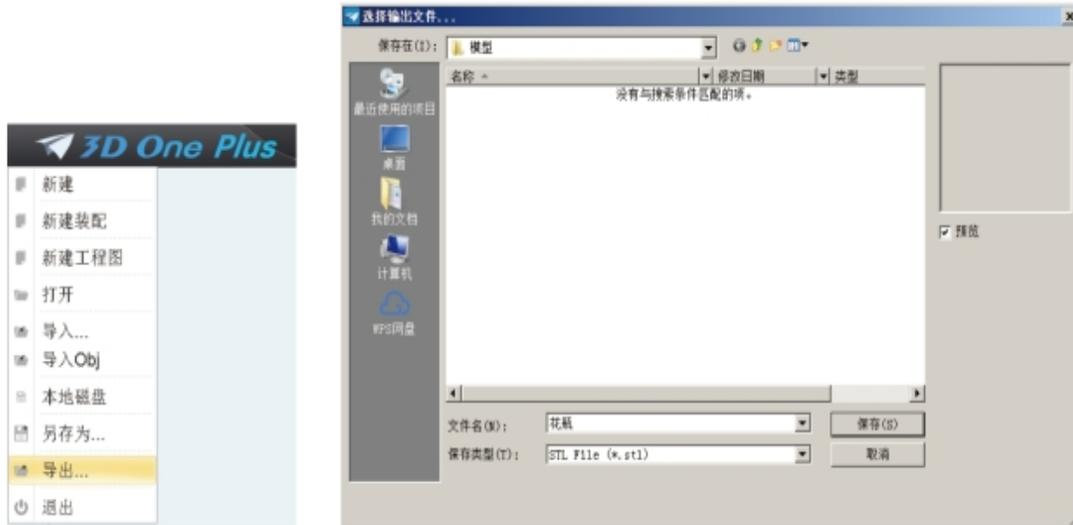

图7-5-31 导出视图
单击软件界面左上角图标  →“导出”→选择合适的保存位置→“文件名”输入“米奇头像”→“保存类型 (T)”选择“.stl”格式→“保存 (S)”，如图7-5-31所示。